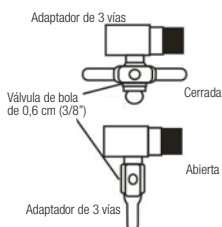

FIGURA A-3
3. Instale la válvula de bola metálica de 0,6 cm (3/8") en el adaptador de conexión de suministro de agua (adaptador de 3 vías) utilizando cinta de teflón para que su cierre/apertura resulte fácil (figura A-3).